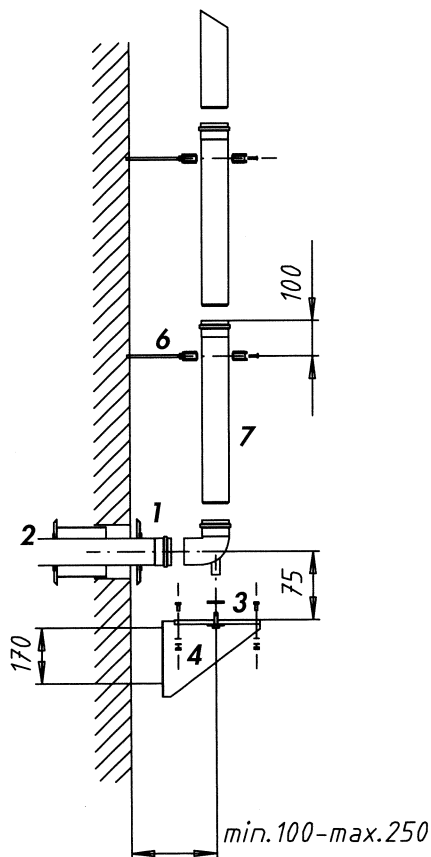

Fig. 34: Raumluftabhängig an Gebäuden, einwandig
Senkrechte Außenwandführung einwandig (Fig. 34)
- Montageplatte **3** auf die Wandkonsolen **4** schrauben und nach Fig. 34 an Stützbogen montieren, waagerecht ausrichten und Befestigungspunkte anzeichnen.